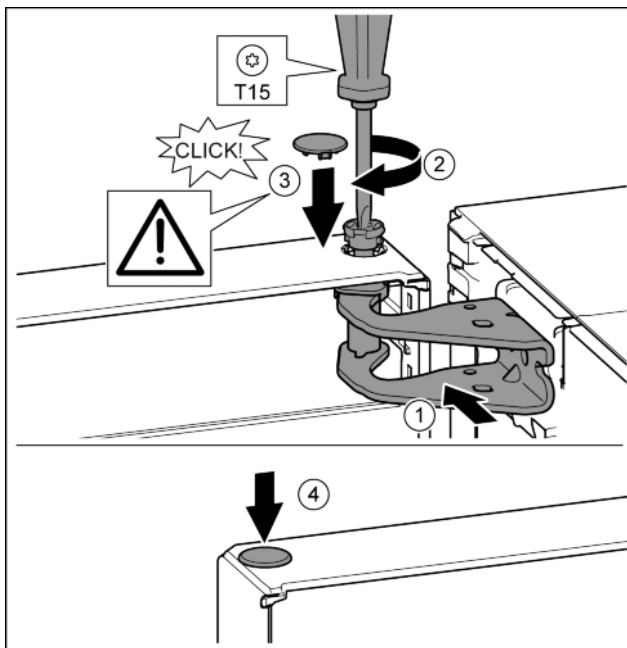

Fig. 18
- ▶ Дверь вверху выровнять по отверстию в опорном кронштейне. Fig. 18 (1)
- ▶ Вставить палец и затянуть отверткой T15. Fig. 18 (2)
- ▶ Установить предохранительную крышку для защиты двери: вставить предохранительную крышку и проверить, прилегает ли она к двери. В ином случае вставить палец полностью. Fig. 18 (3)
- ▶ Вставить заглушку. Fig. 18 (4)